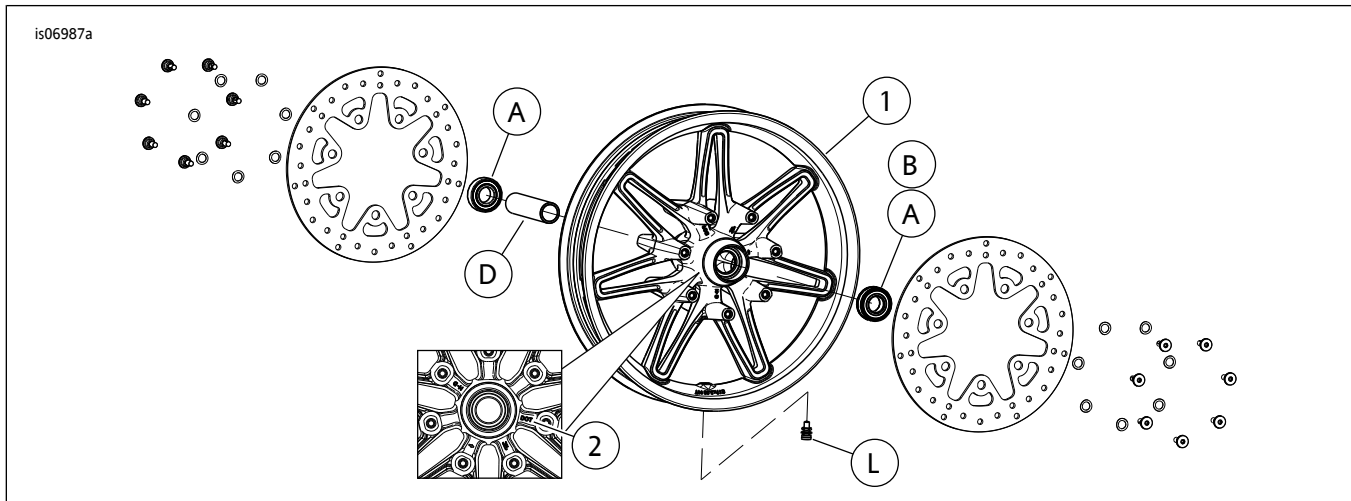

图1. 维修零件：Chisel前轮（图示为17英寸车轮）
参见图1和维修零件表。
2. 参见图1。在车轮上安装阀杆组件(L)。参见维修手册。